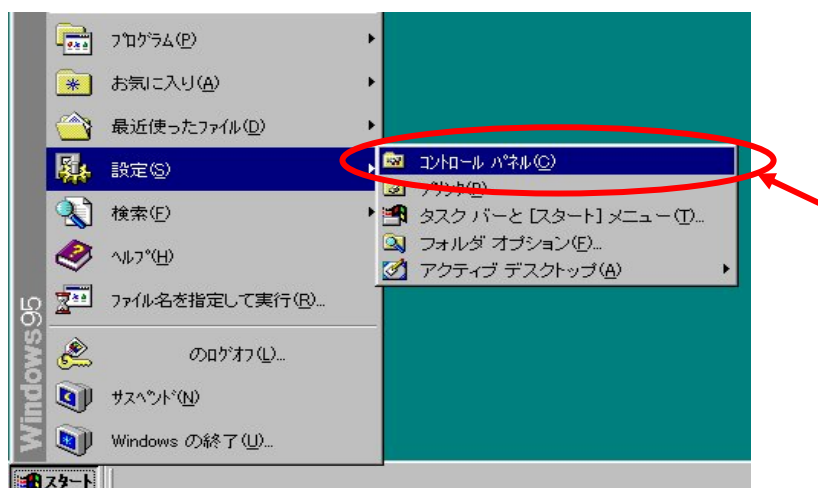

図1.3-1
- (1) スタートメニューから、[設定(S)] - [コントロールパネル(C)]を選択しクリックしてください。(図1.3-1)